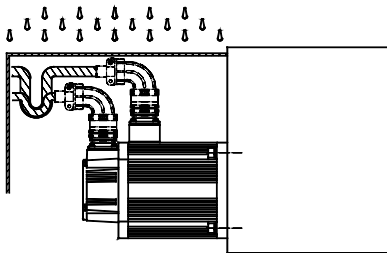

图 8
8.3 电机接插件侧朝水平方向时，电缆在接入接插件前需作滴状半圆型弯曲（如图 8 所示）。